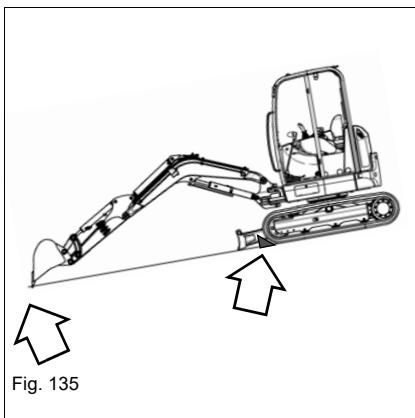

Fig. 135
- Proteger o veículo com calços (ver Fig. 135).